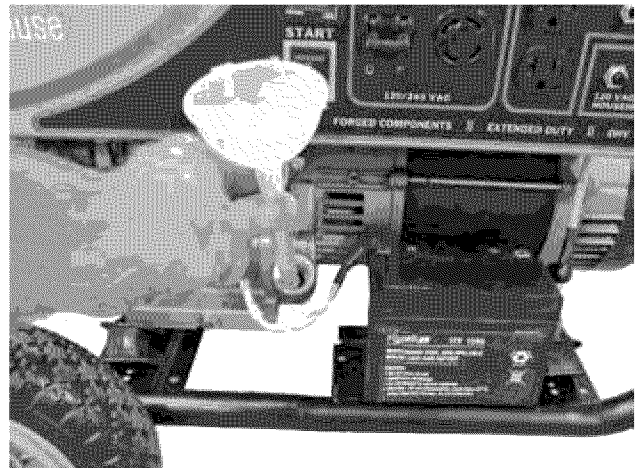

Figura 33 – Procedimiento para agregar el aceite del motor
7. Usando el embudo y el tubo suministrado, agregue aceite de motor lentamente al motor. Pare con frecuencia para controlar el nivel y evitar así que se desborde (vea la *Figura 33*).